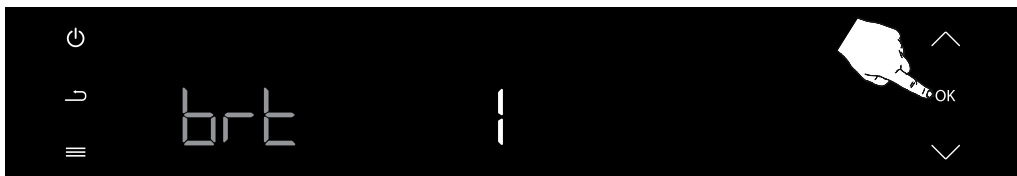

Abbildung 87
Drücken Sie die Bestätigungstaste (OK) einmal, um die Helligkeitseinstellung zu bestätigen. (siehe Abbildung 87)